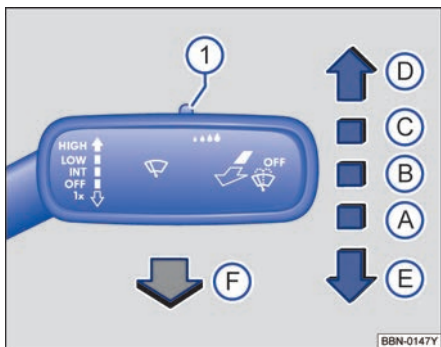

图 72 操作车窗玻璃刮水器。
使用开关⇒图 72使用合适的间歇档位（关闭雨量传感器时）调节刮水片的速度。
- 向下短按车窗玻璃刮水器操作杆 ⇒ 图 72⑤。